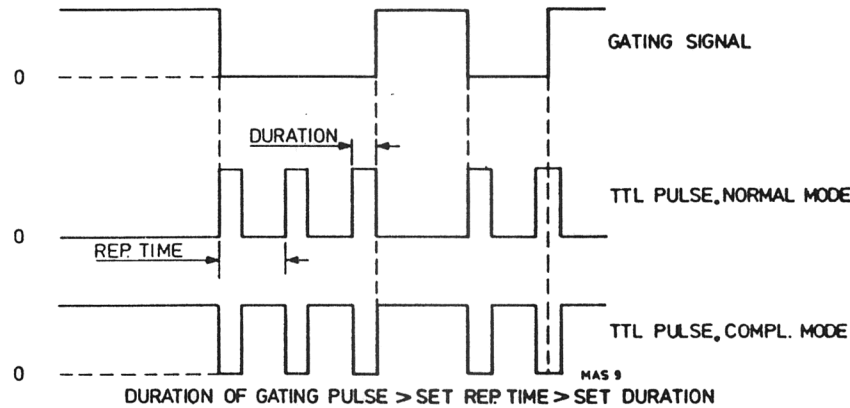

Fig. VI-13 : Impulsion de conditionnement PM 5704
- Choisir le rapport approprié entre le temps de répétition interne et la durée et les paramètres correspondants du signal de conditionnement. Se référer à la fig. VI-13.
- Enfoncer le commutateur SINGLE SHOT et remarquer que le générateur est hors service aussi longtemps que le commutateur est actionné. Se référer à la fig. VI-13.